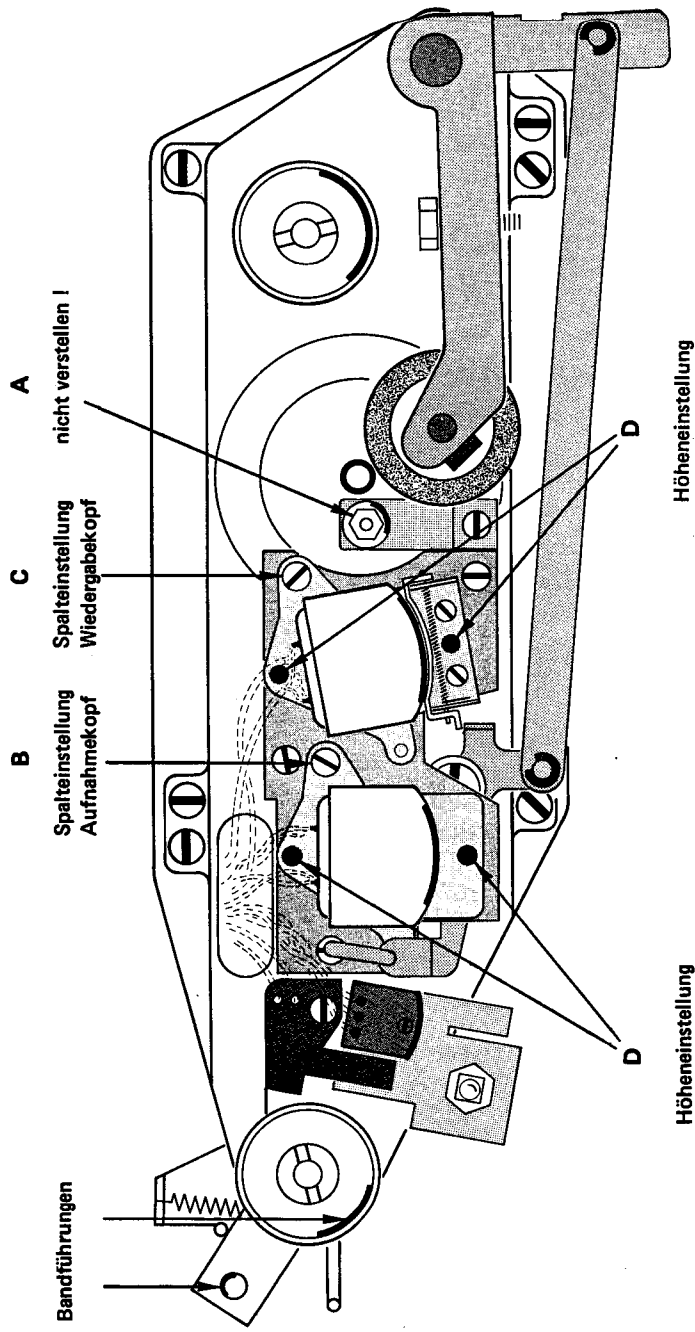

Bild 4.1.-19
4.1.1. Bandführungen (Bild 4.1.-19)